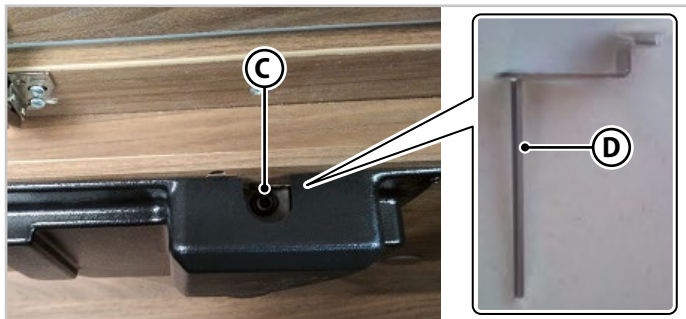

Fig.6.16 - Débloccage électrique du lit type A
2. Sur l'avant du moteur, insérer la clé **(D)** à l'intérieur de la vis **(C)** - Fig.6.16) pour un mouvement manuel.